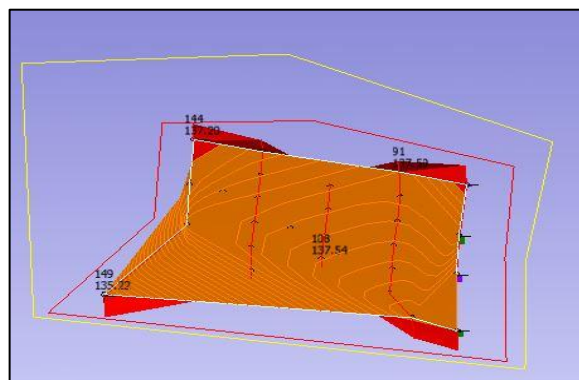

Рис. 11.6
14. Откройте объект **Рудное тело**. Сравните полученный результат с рис. 11.6.